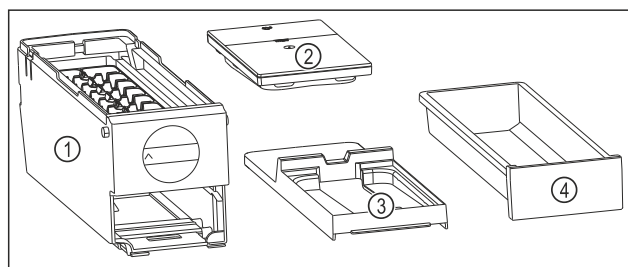

Fig. 132 Съставни части на EasyTwist-Ice
- ▷ EasyTwist-Ice е разглобен на четири части. (виж Fig. 132)
- ▶ Разглобявайте EasyTwist-Ice само на изобразените съставни части. (виж Fig. 132)
- ▶ Почистете корпуса на EasyTwist-Ice Fig. 132 (1) като едно цяло.